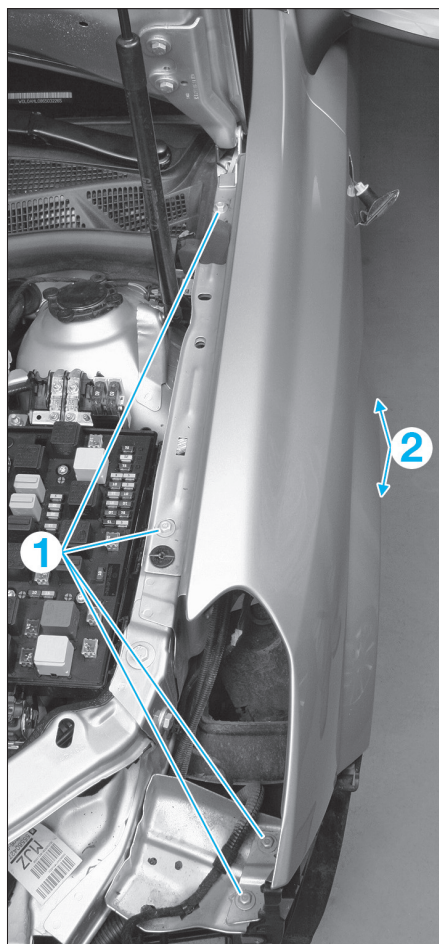
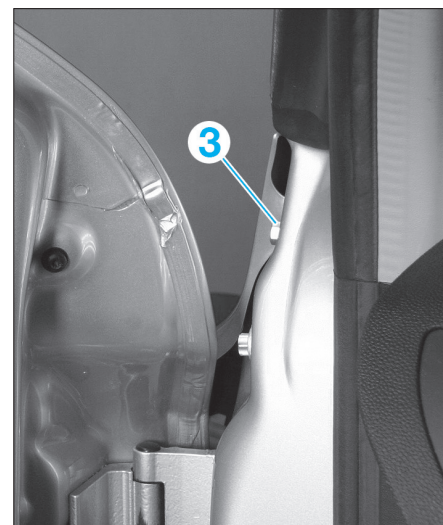

FIG. 18
FIG. 19
- les vis de fixation supérieure (1) (fig. 18).
- les deux vis inférieures (2) sur l'arrière du passage de roue.
- la vis arrière (3) de l'aile (fig. 19).